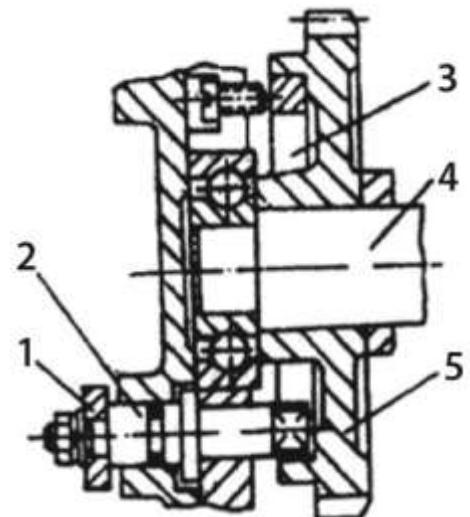

Рис. 7.
Используется тормоз кольцевой формы с внутренними колодками. Его конструкция показана на Рис. 7. Когда рукоятка тормоза/сцепления находится в положении «торможение», тяговый стержень (1) заставляет проворачиваться тормозную тягу (2), а плоская головка на конце оси тормозной тяги (2) разжимает кольцевую муфту тормоза (3), вызывая трение кольца о внутреннюю поверхность вращающегося колеса (5), благодаря чему и достигается эффект торможения.